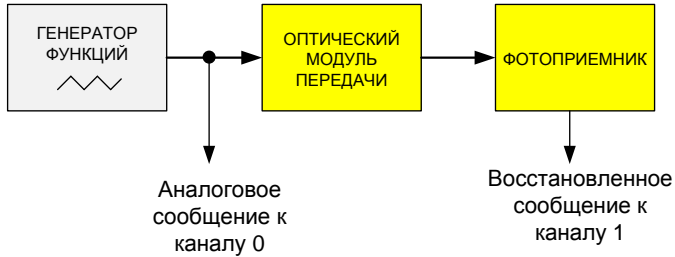

Рис.6. Структурная схема оптического модуля передачи при передаче аналогового сообщения
30. Для выполнения дальнейших исследований, используется структурная схема рис.6.